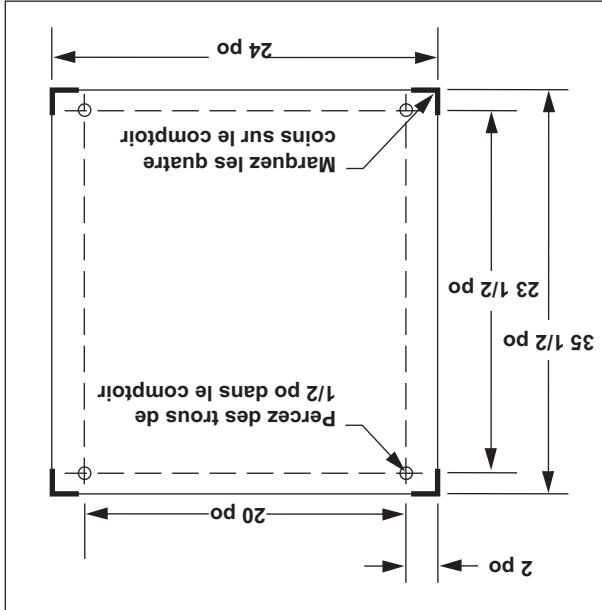

Figure 1
1. Placez le cuiskeur à vapeur à l'emplacement voulu sur le comptoir et marquez les quatre coins. Retirez le cuiskeur à vapeur et percez des trous de 1/2 po comme indiqué dans la figure 1.